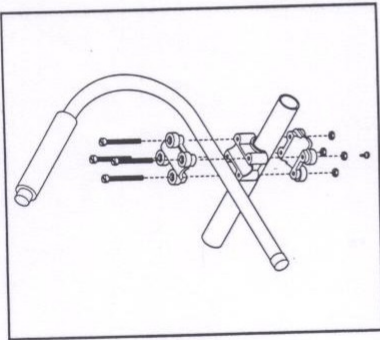

Fig. 1
1. Anbring J-håndtaget (Fig. 1).
2. Justér J-håndtaget, som De ønsker. Fastså spænd monteringskruerne (Fig. 1).